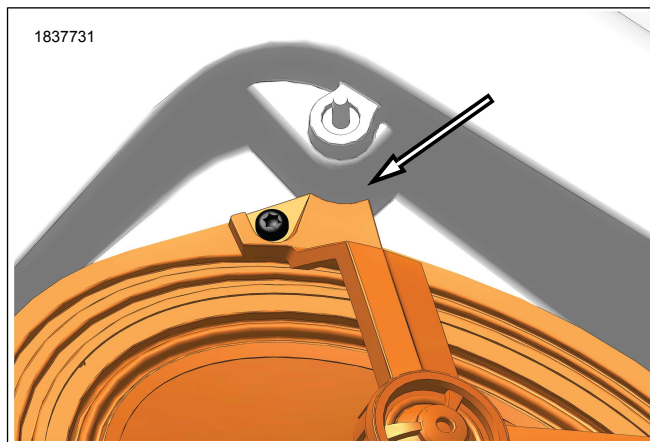

Abbildung 3. Ausrichtung des Lautsprechers am Satteltaschendeckel
- a. Abbildung 3 Lautsprecher am Satteltaschendeckel ausrichten.